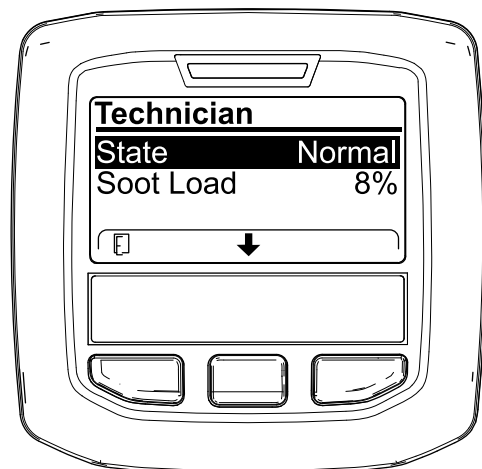

図 40
- DPF 稼働記録表で、現在の DPF の状態を確認する 図 40。